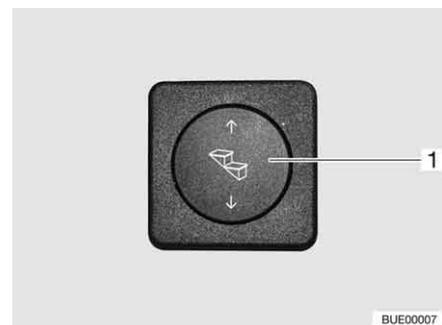

Fig. 12 Pulsador de mando escalón de entrada
- Extracción:* ■ Pulsar la parte inferior del pulsador basculante (Fig. 12,1) y mantenerlo pulsado (por lo menos 3 segundos) hasta que esté completamente extraído el escalón de entrada.
- Introducción:* ■ Pulsar la parte superior del pulsador basculante (Fig. 12,1) hasta que haya introducido completamente el escalón de entrada.